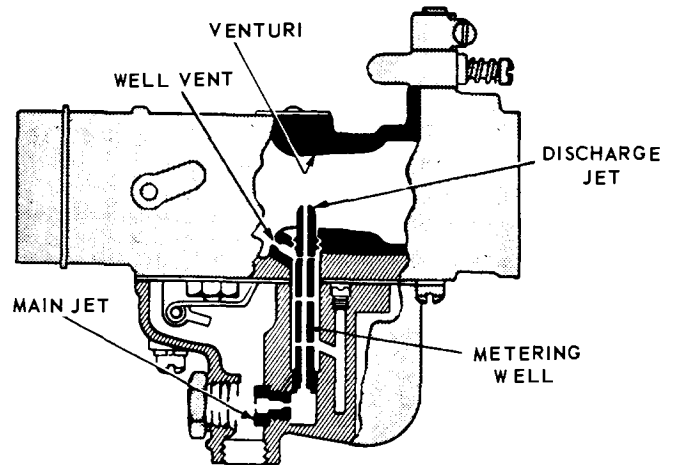

Fig. 3 HIGH SPEED SYSTEM
**HIGH SPEED SYSTEM (Fig. 3)**